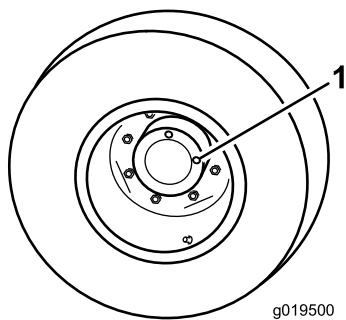

Figura 17
1. Con la macchina parcheggiata su terreno pianeggiante, posizionate la ruota in modo che un tappo di controllo si trovi a ore 12 e l'altro a ore 3 (Figura 17).
1. Tappo di controllo/spurgo (2)
2. Rimuovete il tappo a ore 3 (Figura 17).